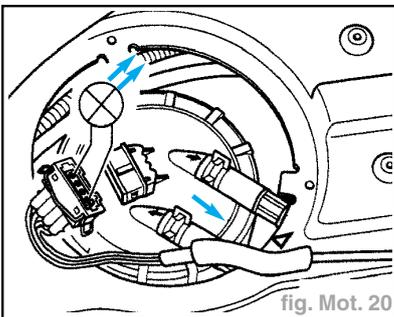

fig. Mot. 20
- Brancher la lampe témoin à diodes **V.A.G. 1527** avec les câbles auxiliaires de **V.A.G. 1594** sur les contacts extérieurs de la fiche (fig. Mot. 20).